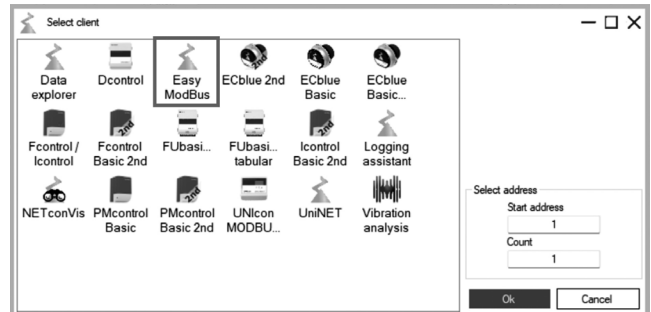

Fig. 8 — ZA “Easy Modbus” Selection
5. Select “**Easy Modbus**” (see Fig. 8).